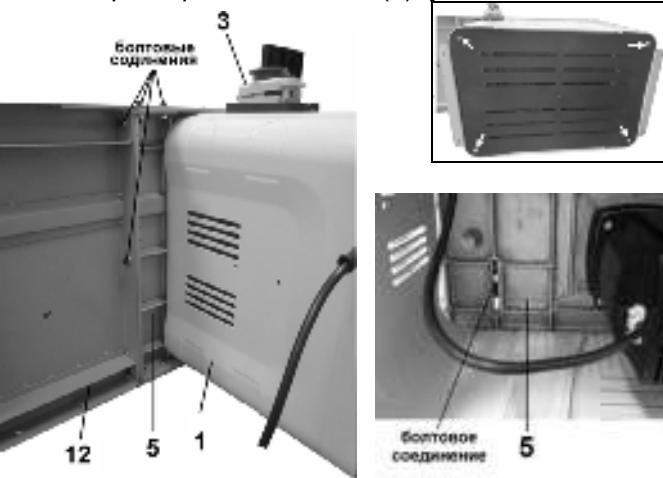

Рис. 3
8.1.2. Аккуратно положите фрезерный станок на заднюю стенку основания (1) так, чтобы магнитный пускател (3) находился сверху, Рис.3.
8.1.3. Как показано на Рис.3, используя болтовые соединения с шайбами, установите на боковых торцах с левой и правой стороны рабочего стола (5) удлинители стола (12) и надёжно их закрепите.